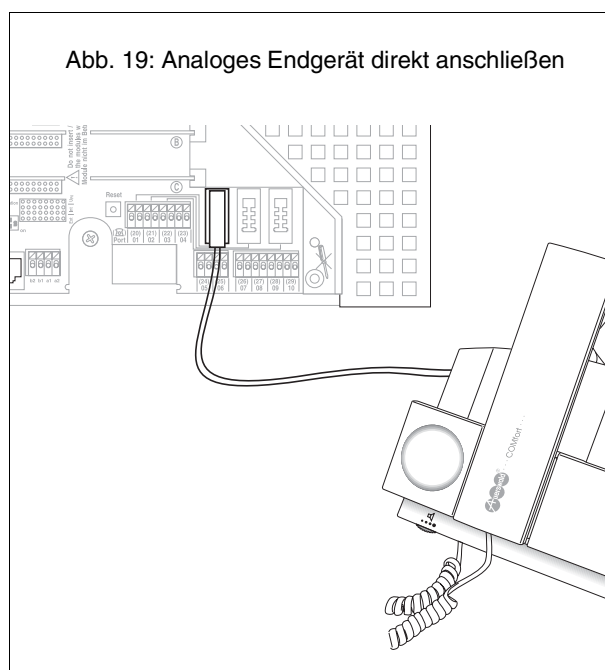

Abb. 19: Analoges Endgerät direkt anschließen
1. Schließen Sie das Endgerät wie in Abb. 19 an einem internen a/b-Port an.